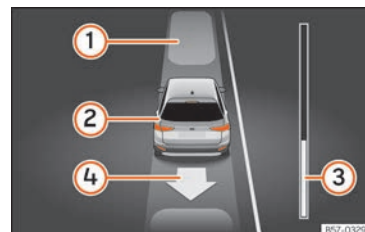

Fig. 252 Sul display del quadro strumenti: uscire da un parcheggio in linea.
• Retrocedere finché non si sentirà il segnale continuo del ParkPilot. **O:** spostarsi in retromarcia finché nel display del quadro strumenti non comparirà l'indicazione di spostarsi con la marcia in avanti. La barra di avanzamento » fig. 252 ③ indica la distanza che si deve percorrere » pag. 291.